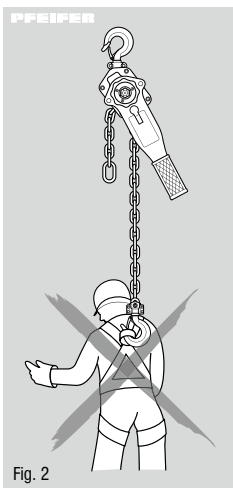

Fig. 2
- È proibito utilizzare l'apparecchio di sollevamento per il trasporto di persone (fig. 2).